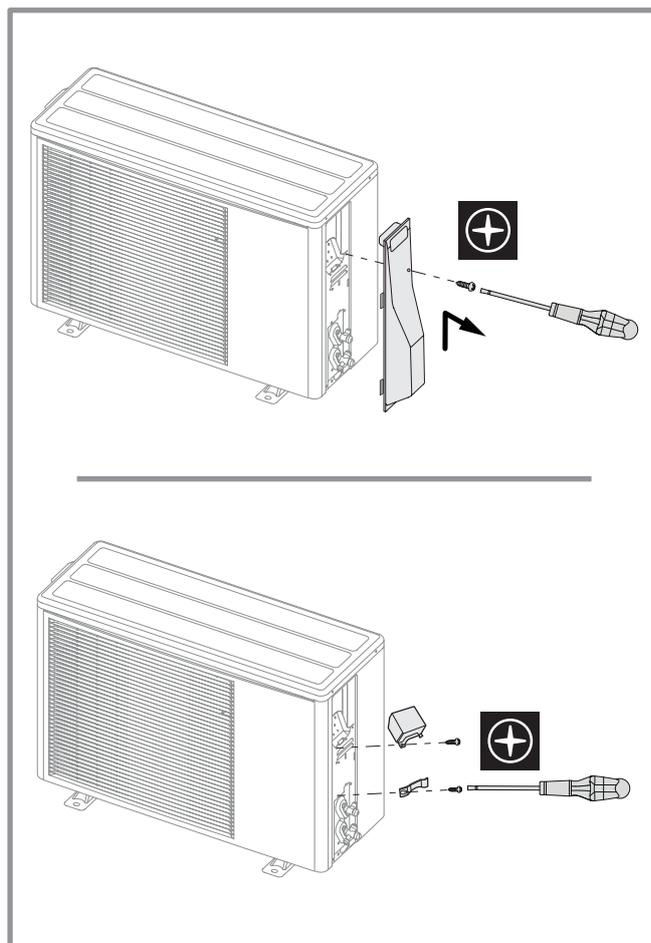

figure 44 - Accès au bornier de l'unité extérieure
- Déposer le capot (figure 44).